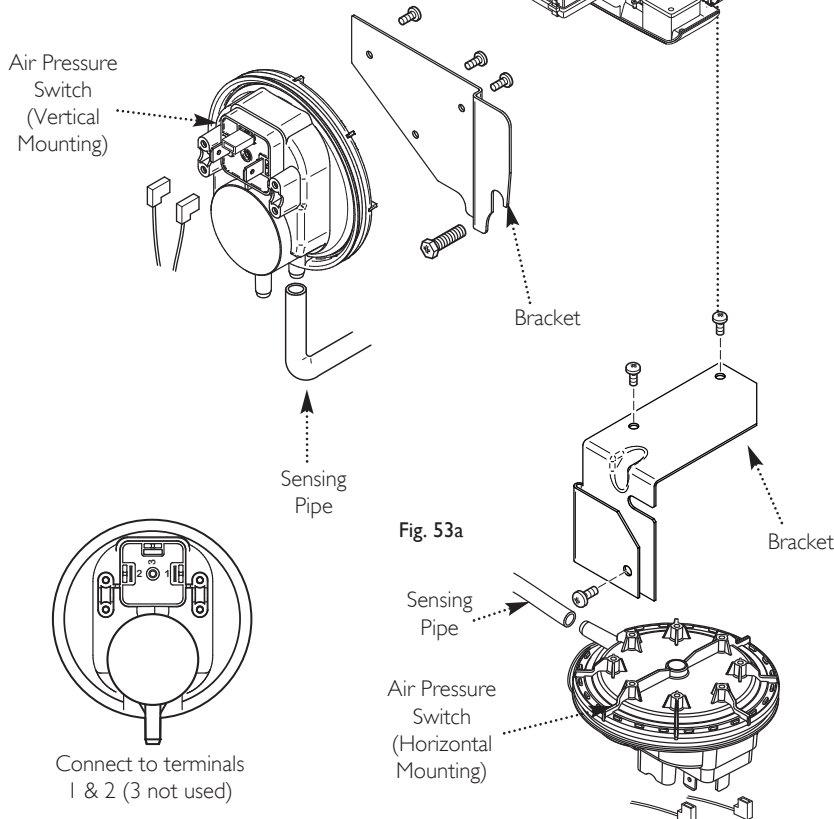

Fig. 53a
13.3 Air Pressure Switch (Fig. 53a)